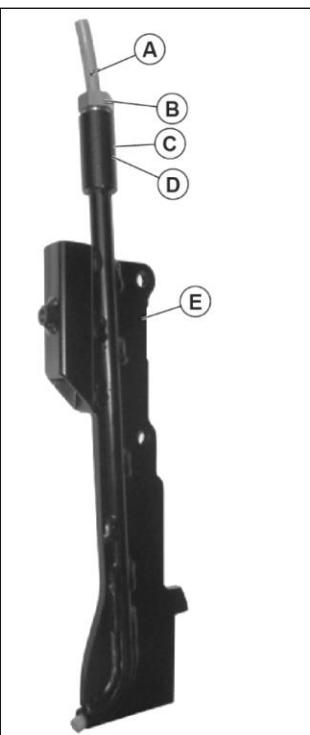

Рис. 4
7. Кільцеве ущільнення (D).
8. Прокладка (C).
9. Стопорна гайка (B).
Послабивши трохи гайку, вставте трубку (A), доки вона не вийде з нижньої частини приблизно на 5 мм. Тепер гайку необхідно затягнути гайковим ключем на 17 мм і таким чином зафіксувати трубку. На рис. 4 можна побачити правильно зібрану напрямну кабелью. Після цих дій можна приступити до закріплення напрямної кабелю на корпусі пристрою.